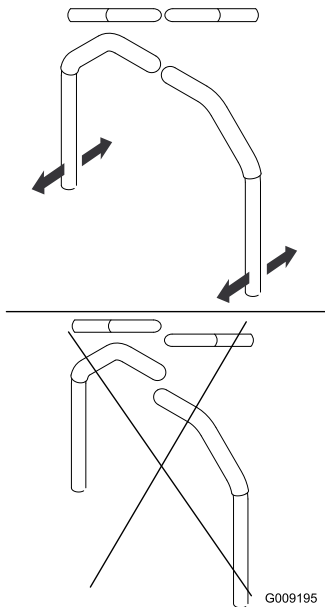

Figura 85
4. Ajuste la posición delante/detrás de las palancas acercándolas a la posición de punto muerto y deslizándolas hasta que queden alineadas, y luego apriete los pernos (Figura 85).